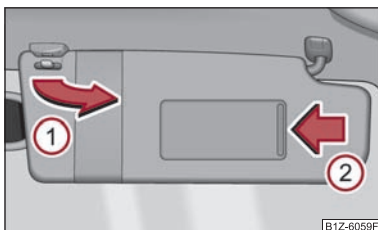

Fig. 42 Parasolarele: Rabatarea
Parasolarul șoferului și cel al pasagerului față pot fi scoase din suporturi și îndreptate către portiere în sensul săgeții ① ⇒ fig. 42.